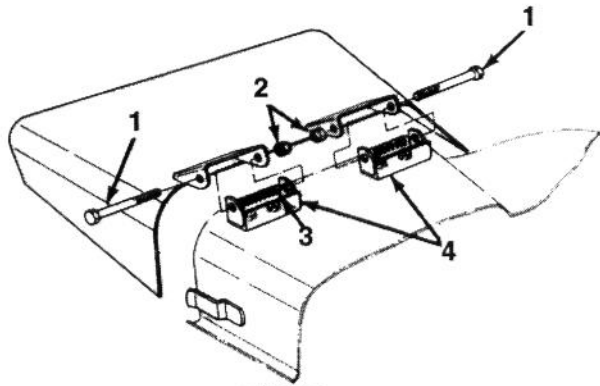

Bild 10
1. Die zwei Sechskantschrauben, Sperrmutter und Federn entfernen, mit denen das Prallblech an den Schwenkprofilen abgesichert ist (Bild 10).
2. Zum Entfernen der Schwenkprofile, die Sechskantschrauben, Sperrscheiben und Muttern entfernen (Bild 10).